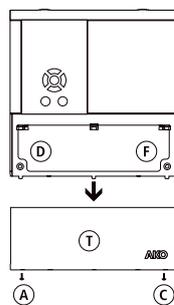
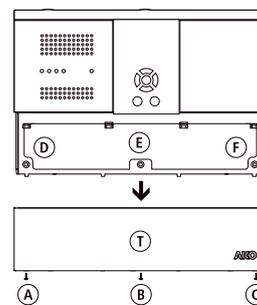

FIG.1a
FIG.1b
- Das Deckteil T von dem Gerät abnehmen (Abb.1a oder Abb.1b).
- Die Schrauben D, E, F einführen und anziehen (Abb.1a oder Abb.1b).
- Nach Anschluss der Kabel gemäß Anschlusschema das Deckteil T anbringen und die Schrauben A, B, C einführen und anziehen (Abb.1a oder Abb.1b).